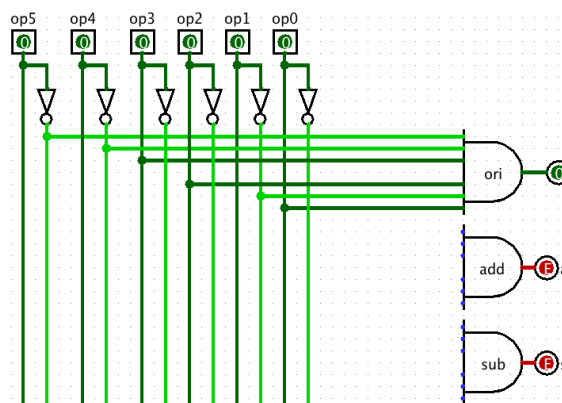
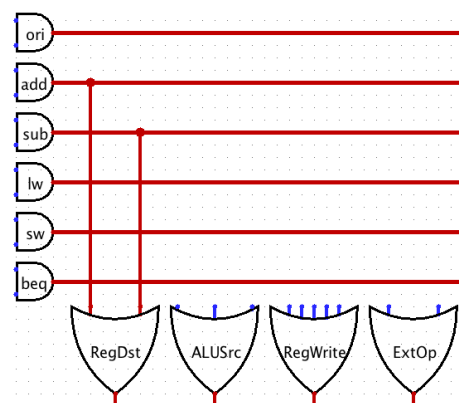

Figure5 与阵列：译码产生指令标识
Figure6 或阵列：产生最终的控制信号
18. 对于 Figure5、Figure6 中的与或阵列来说，1 个 3 输入与门最终转化为 2 个 2 输入与门，1 个 4 输入与门最终转化为 3 个 2 输入与门，依次类推。或阵列也类似计算。那么
- a) 请给出采用 Figure5、Figure6 中的方法设计的每个控制信号所对应的 2 输入与门、2 输入或门、非门的数量。